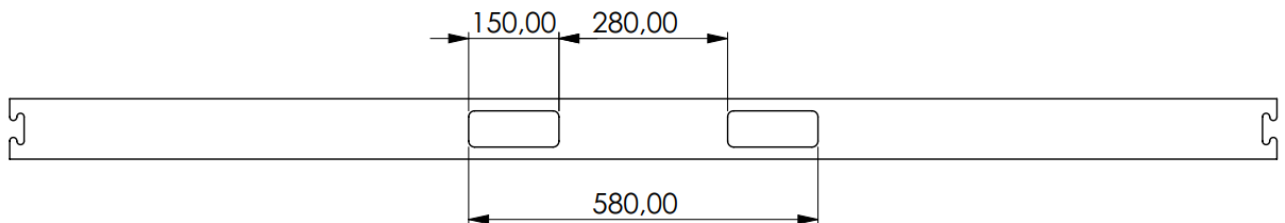

Abbildung 4-5
- Heben Sie den Schrank mit einem Gabelstapler. (siehe Abbildung 4-5)